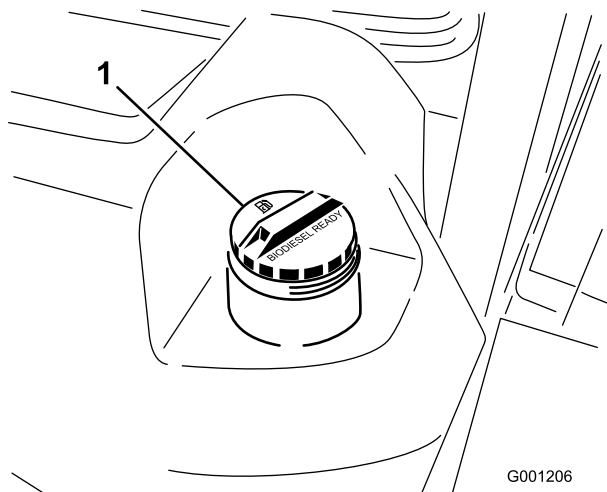

Figura 26
3. Retire a tampa do depósito de combustível (Figura 26).